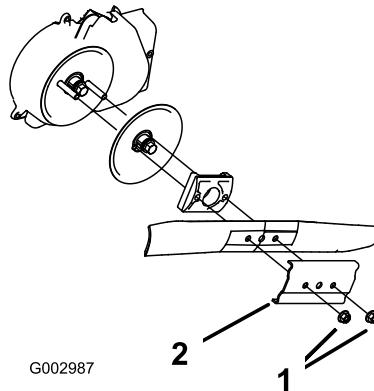

Figura 47
3. Retire las 2 tuercas de la cuchilla y el refuerzo (Figura 47).
4. Retire la cuchilla (Figura 47).
5. Instale la cuchilla nueva (Figura 47).